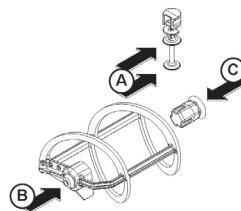

figura 13
- 2** Lubrificare il pistone rubinetto, il raschiatore esterno e il giunto esagonale (nei punti A, B e C indicati in figura 13) utilizzando esclusivamente il grasso fornito dal fabbricante o altro grasso per